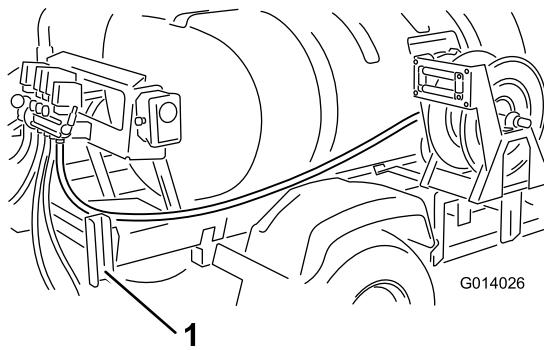

Figura 12
- Disponete il flessibile all'indietro, lungo il telaio del supporto del serbatoio, dentro il parafango posteriore destro dentro la canalina di supporto della barra (Figura 12).
- Fate passare il flessibile attorno al telaio di montaggio fino alla valvola dell'avvolgitubo installata precedentemente (Figura 12).